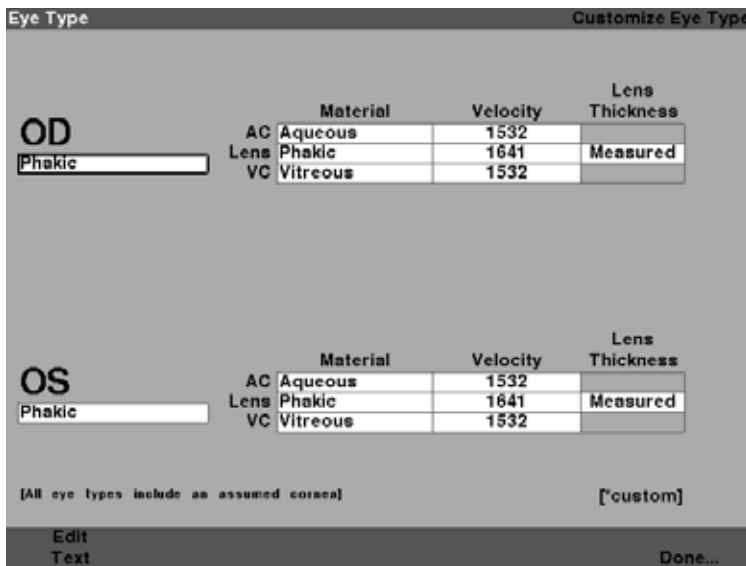

Figura 7-1 Pantalla Customize Eye Type (Personalizar tipo de ojo)
2. “Customize Eye Type...” (Personalizar tipo de ojo). Aparecerá la pantalla Customize Eye Type (Personalizar tipo de ojo), como se muestra en la Figura 7-1 a continuación.